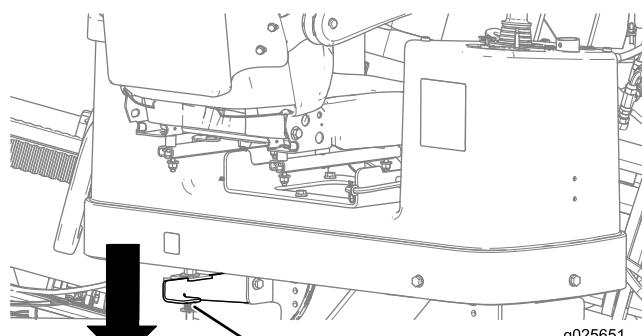

**Figura 70**
4. Baje la barra de seguridad peatonal y sujetela (Figura 70).